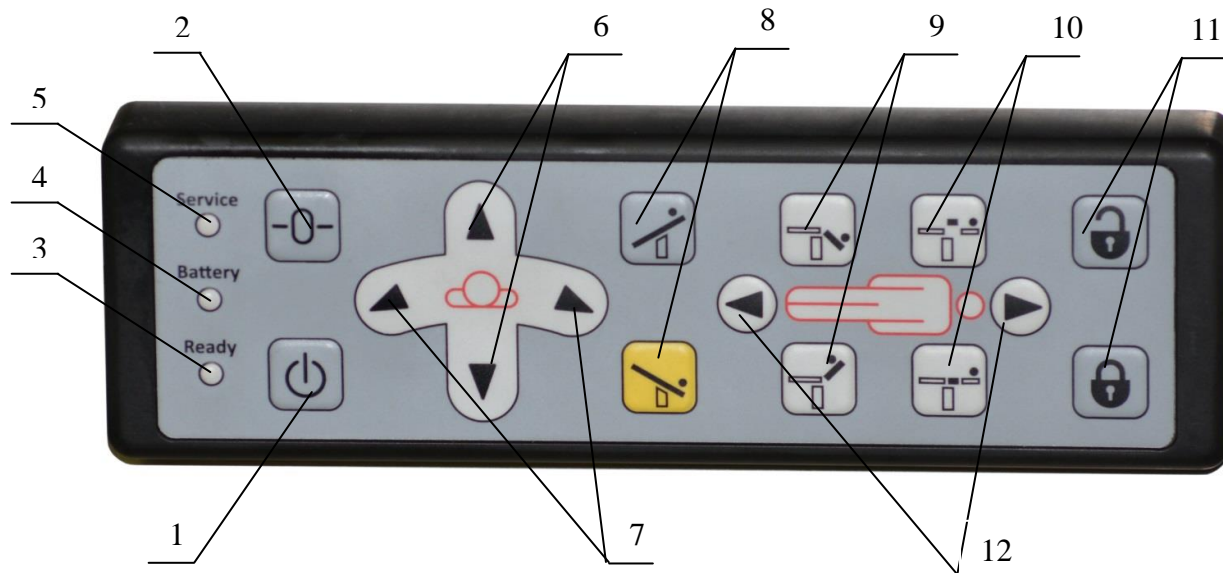

Рисунок 6 – Стационарный пульт управления.
10.2.1 Управление столом от стационарного пульта управления (Рисунок 6) аналогично управлению от дистанционного пульта (см. п. 10.1). Стационарный пульт включается кнопкой 1 в случае выхода из строя пульта дистанционного управления. При использовании дублирующего механогидравлического привода (см. п. 10.3) пульт блокируется, горит красным цветом индикатор 5.